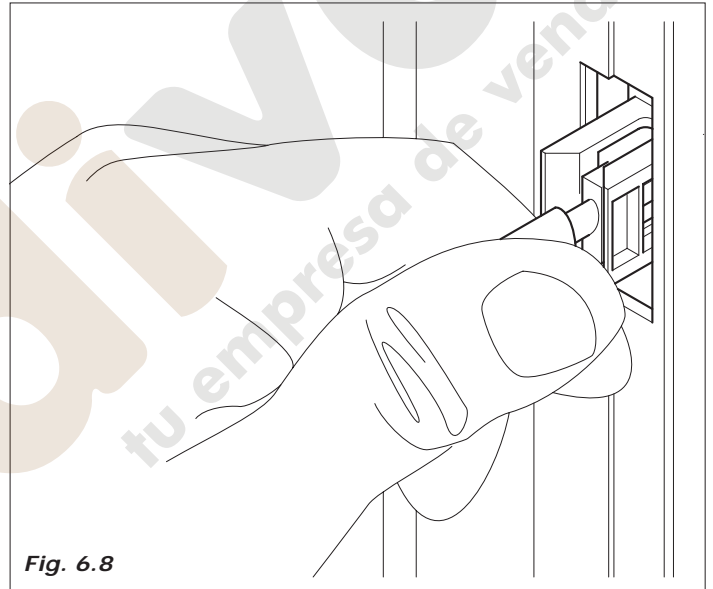

Fig. 6.8
- Para los casos en que es necesario trabajar con la puerta abierta y la máquina conectada, es posible, para el personal técnico cualificado, trabajar de esta forma, introduciendo y girando 90° la llave especial de plástico en el interruptor de puerta del distribuidor automático (Fig. 6.8).